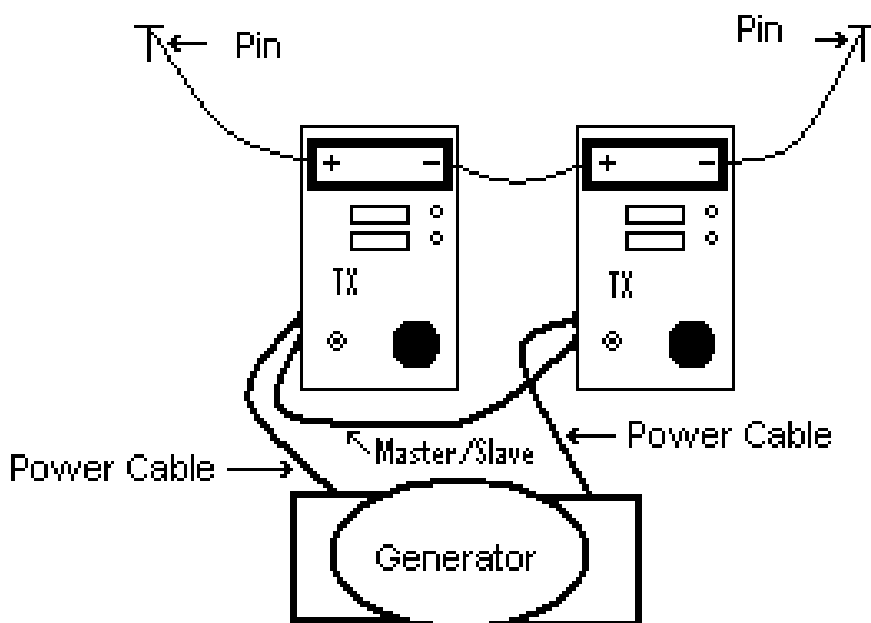

Figura 2. Modo MASTER/SLAVE
4. Conectar los « pins » a las terminales (a) y (b) no utilizadas (consultar la figura 2).